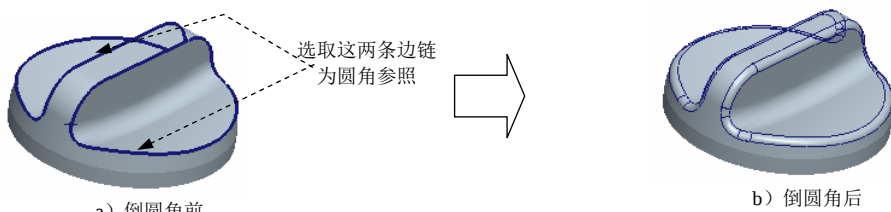

图 6.7.14 倒圆角 2
Step12. 创建图 6.7.14b 所示的倒圆角特征 2。单击 **模型** 功能选项卡 **工程** ▾ 区域中的 **倒圆角** 按钮，选取图 6.7.14 所示的边线为倒圆角的边线；输入倒圆角半径值 2.0。